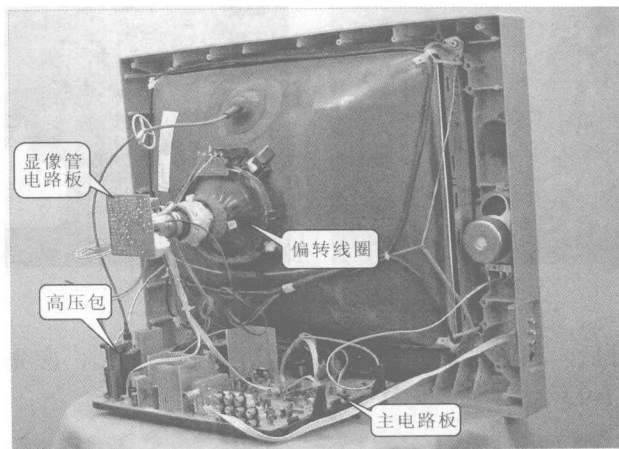

图 1-11 电视机的内部结构
⑤ 图 1-11 为取下外壳后的电路板以及显像管部分。从图中可以看到电视机的高压包（高压变压器也被称为行回扫变压器）、主电路板、显像管电路板、偏转线圈等组件。